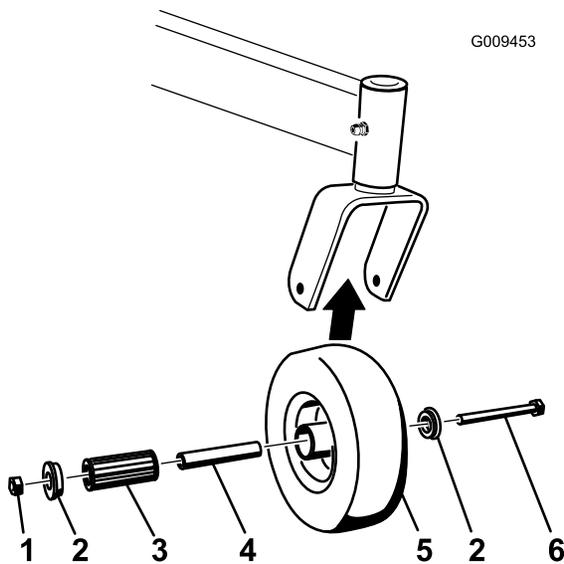

Figure 60
1. Enlevez le contre-écrou et le boulon de fixation de la roue pivotante à la chape (Figure 60).
2. Enlevez une bague, puis sortez la douille pour clé et le roulement à rouleaux du moyeu de roue (Figure 60).
3. Enlevez l'autre bague du moyeu, puis nettoyez la graisse et les saletés éventuellement présentes dans le moyeu (Figure 60).
**Remarque:** Remplacez les pièces endommagées ou usées (Figure 60).
5. Placez une bague dans le moyeu (Figure 60).
6. Lubrifiez le roulement à rouleaux et la douille pour clé, et insérez-les dans le moyeu (Figure 60).
7. Mettez la deuxième bague dans le moyeu (Figure 60).
8. Montez la roue pivotante dans la chape à l'aide du boulon et du contre-écrou (Figure 60).
9. Serrez le contre-écrou jusqu'à ce que la base de la douille pour clé soit en appui contre l'intérieur de la chape (Figure 60).